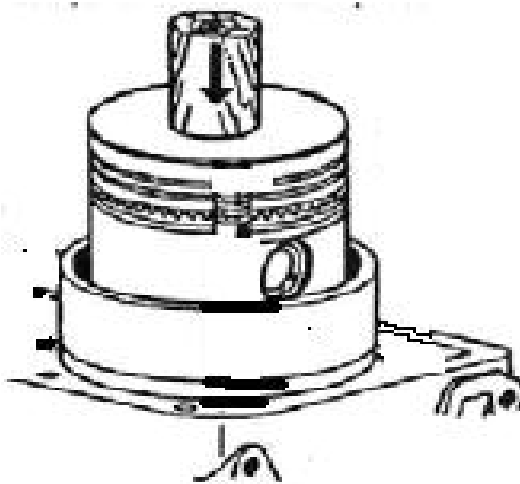

Рисунок 90. Установка поршня с кольцами в цилиндр
– с помощью специальной оправки с внутренней конусной поверхностью сжать кольца и вставить поршень в цилиндр (рис.90).